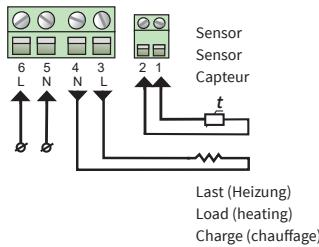

Abb. 3 / Fig. 3 / fig. 3
Die Anschlussleitung von Heizkreis oder Heizmatte ist an die Klemmen 3 und 4 anzuschließen; der gelb-grün ummantelte Erdungsdraht ist über eine externe Anschlussklemme (nicht im Lieferumfang enthalten) mit der Schutzerdungsleitung (PE) zu verbinden (Abbildung 3).
The heating element installation wires are to be connected to terminals 3 and 4; the screening braid output (yellow-green wire) – to the protective earthing (PE) line via the external terminal contact (not included in the scope of delivery) (Figure 3).
Les fils d'installation des éléments chauffants doivent être connectés aux bornes 3 et 4 ; la sortie de la tresse de blindage (fil jaune-vert) - vers la ligne de terre de protection (PE) via le contact terminal externe (non compris dans la livraison) (figure 3).